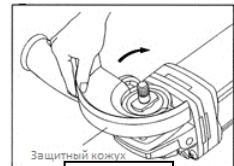

Рис.2
**Вариант А.** Кожух крепится винтом. Установите защитный кожух на посадочную поверхность электроинструмента так, чтобы кулачки кодирования кожуха совпали с выемками на посадочной поверхности. Затем поверните кожух на 180° по часовой стрелке или против часовой стрелки (Рис.2).